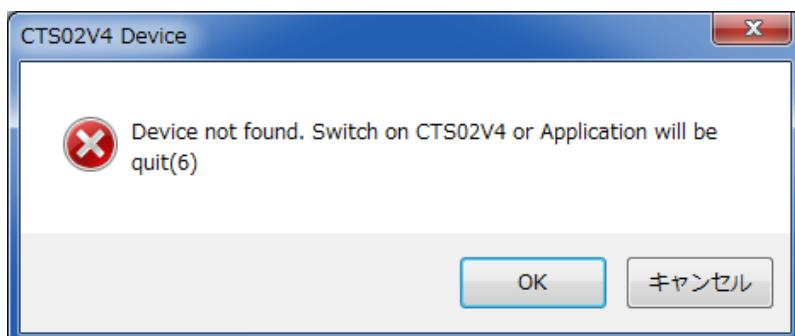

図 5.1-2 警告ダイアログ
- ・下記に示す警告ダイアログ(図 5.1-2)が表示されます。
- ・キャンセルを押すと、初期画面が少し変わり、右端「SET UPCTS-O2V4」リスト内に【Connect to CTSO2V4】⑧というボタンが表示されます。
- ・CTS-O2V4 本体と PC を接続し、【Connect to CTSO2V4】⑧ボタンを押して接続を行ってください。